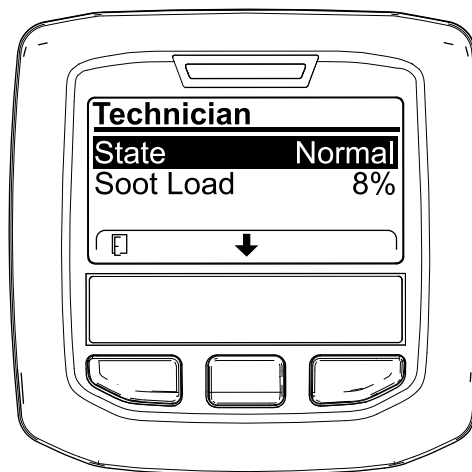

図 26
- DPF 稼働記録表で、現在の DPF の状態を確認する 図 26。